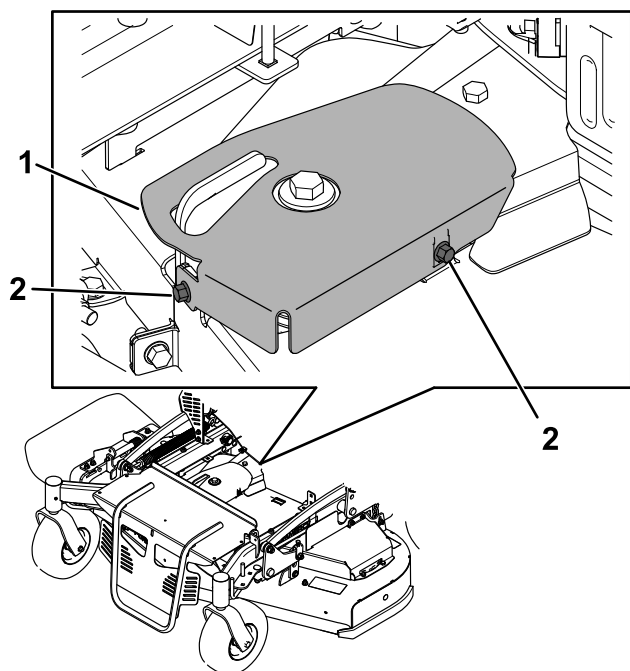

Figura 37
2. Retire la cubierta de la polea tensora (Figura 37).
4. Instale la cubierta de la polea tensora (Figura 37).